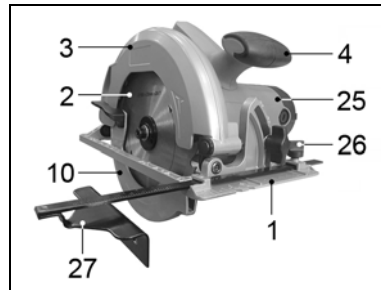

Рис. 7.
7.4. Установка параллельного упора (Рис. 7)